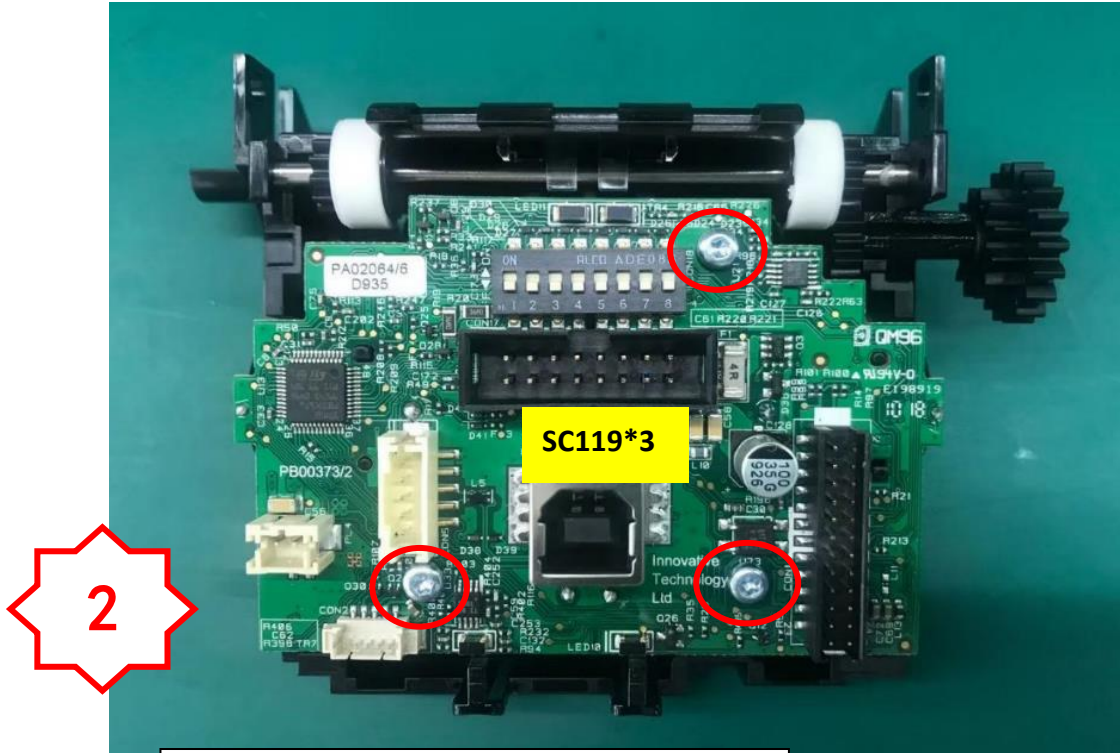

图 2, 将螺丝打到位, 确认无滑牙不良。
- 2. 检查 OP117 位置有无明显偏左，偏右，若有移动 OP117 到相对居中位置（如图 2）
2. 在图示红圈位置打 3 颗 SC119, 确认螺丝打到位, 无滑牙不良 (如图 2 )
1. 分别将两个 PM654 和 SP188 装到 PA2424-1 PM2090 对应位置 (如图 2)
如图 2, 用治具将 PM2360 和 PM2361 对准孔压入到 PA2424-1 内